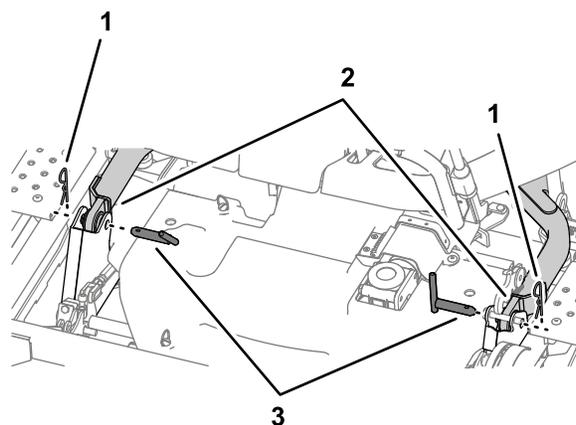

Figura 115
10. Retire os 2 pinos de sujeição e os 2 passadores de forquilha que prendem os braços de elevação em cada lado da plataforma do cortador (Figura 115).
6. Instale o pino de sujeição e o passador de forquilha para prender os braços de elevação em cada lado; consulte Figura 115 em Remoção da plataforma do cortador \(página 80\).